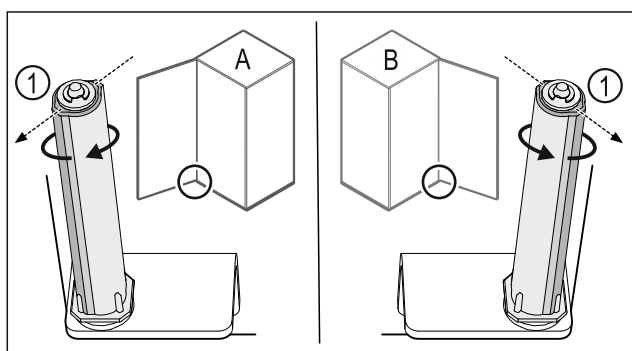

Fig. 45 Tope izquierdo (A) / tope derecho (B)
- Girar el sistema de cierre contra la resistencia hasta que el alma del sistema de cierre Fig. 45 (1) apunte hacia afuera.